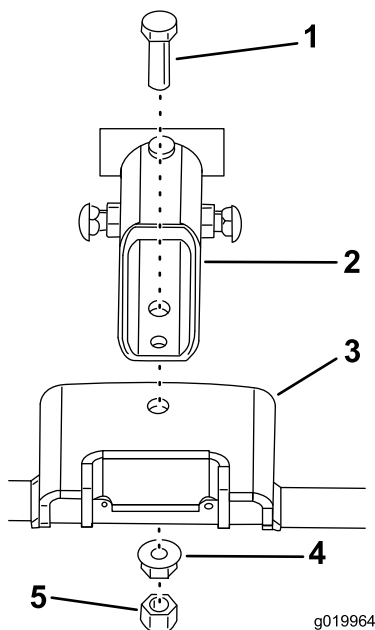

Bild 5
1. Befestigen Sie die Schwenkhalterung mit einer Schraube (1/2") und einer Bundmutter (1/2") am Rahmen (Bild 5).